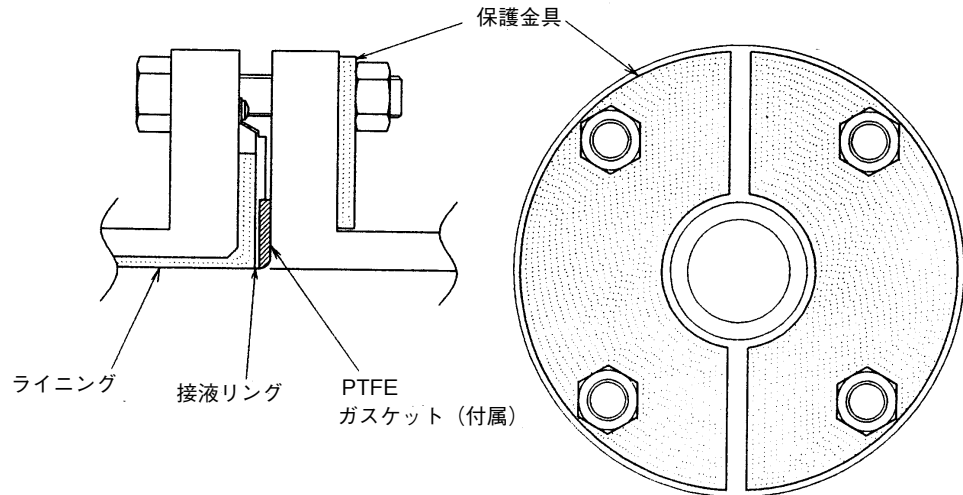

図2-29. 接液リングがSUS材質以外の場合(保護金具使用)
- 保護金具 : 規定のトルクで締め付けて設置すると、塩ビ配管の変形または破損のおそれがある場合に必要です。厚さは1 mm以上のステンレス材など、かたい金属材料を使用してください。金具の形状は、図2-29を参照してください。